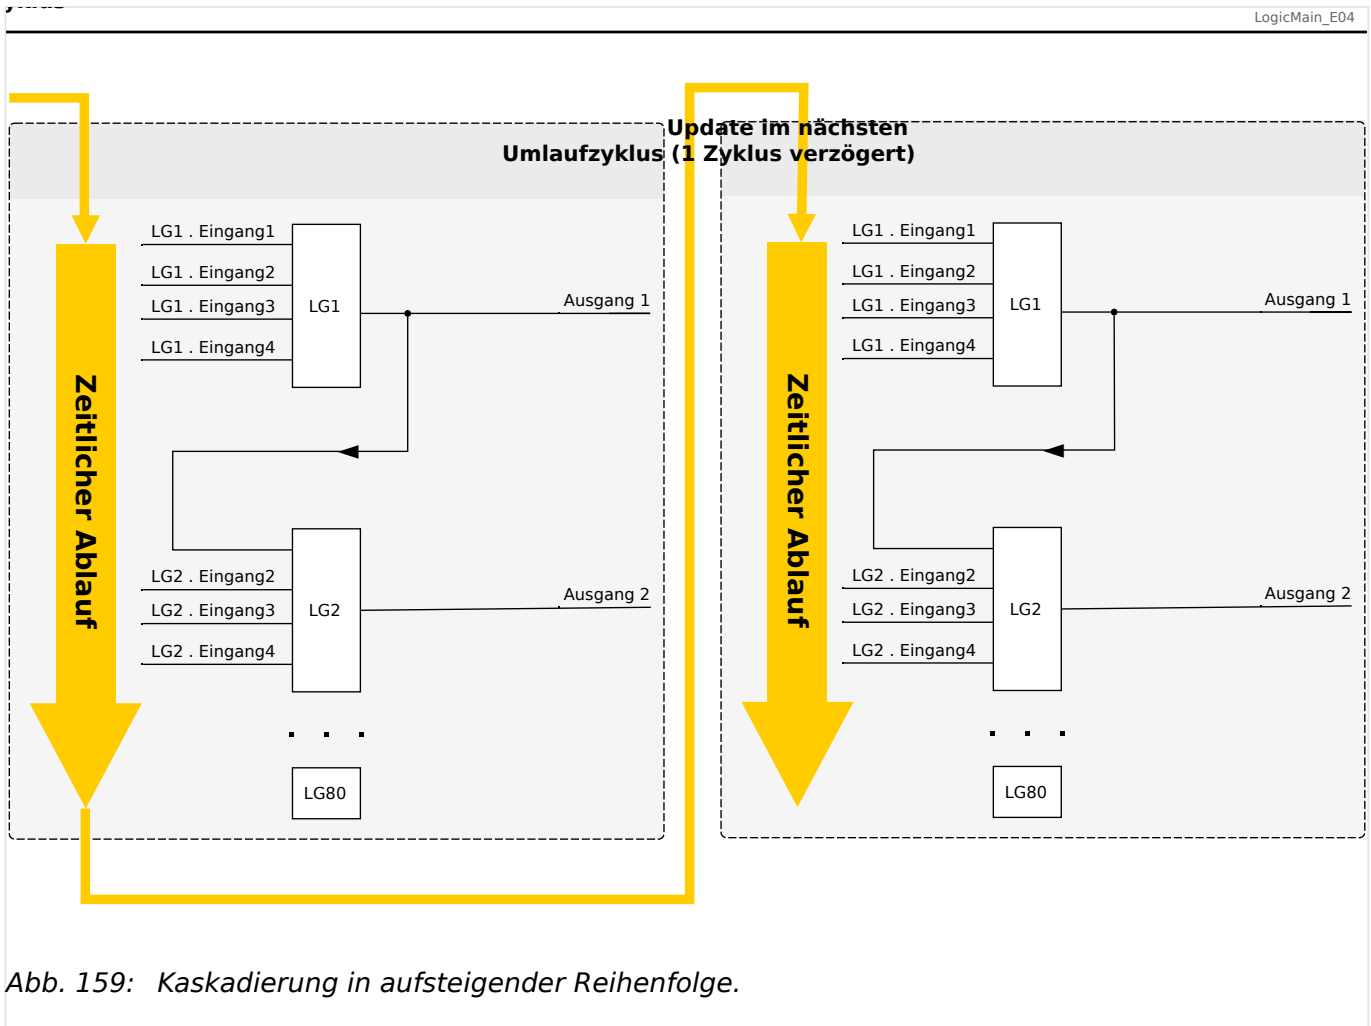
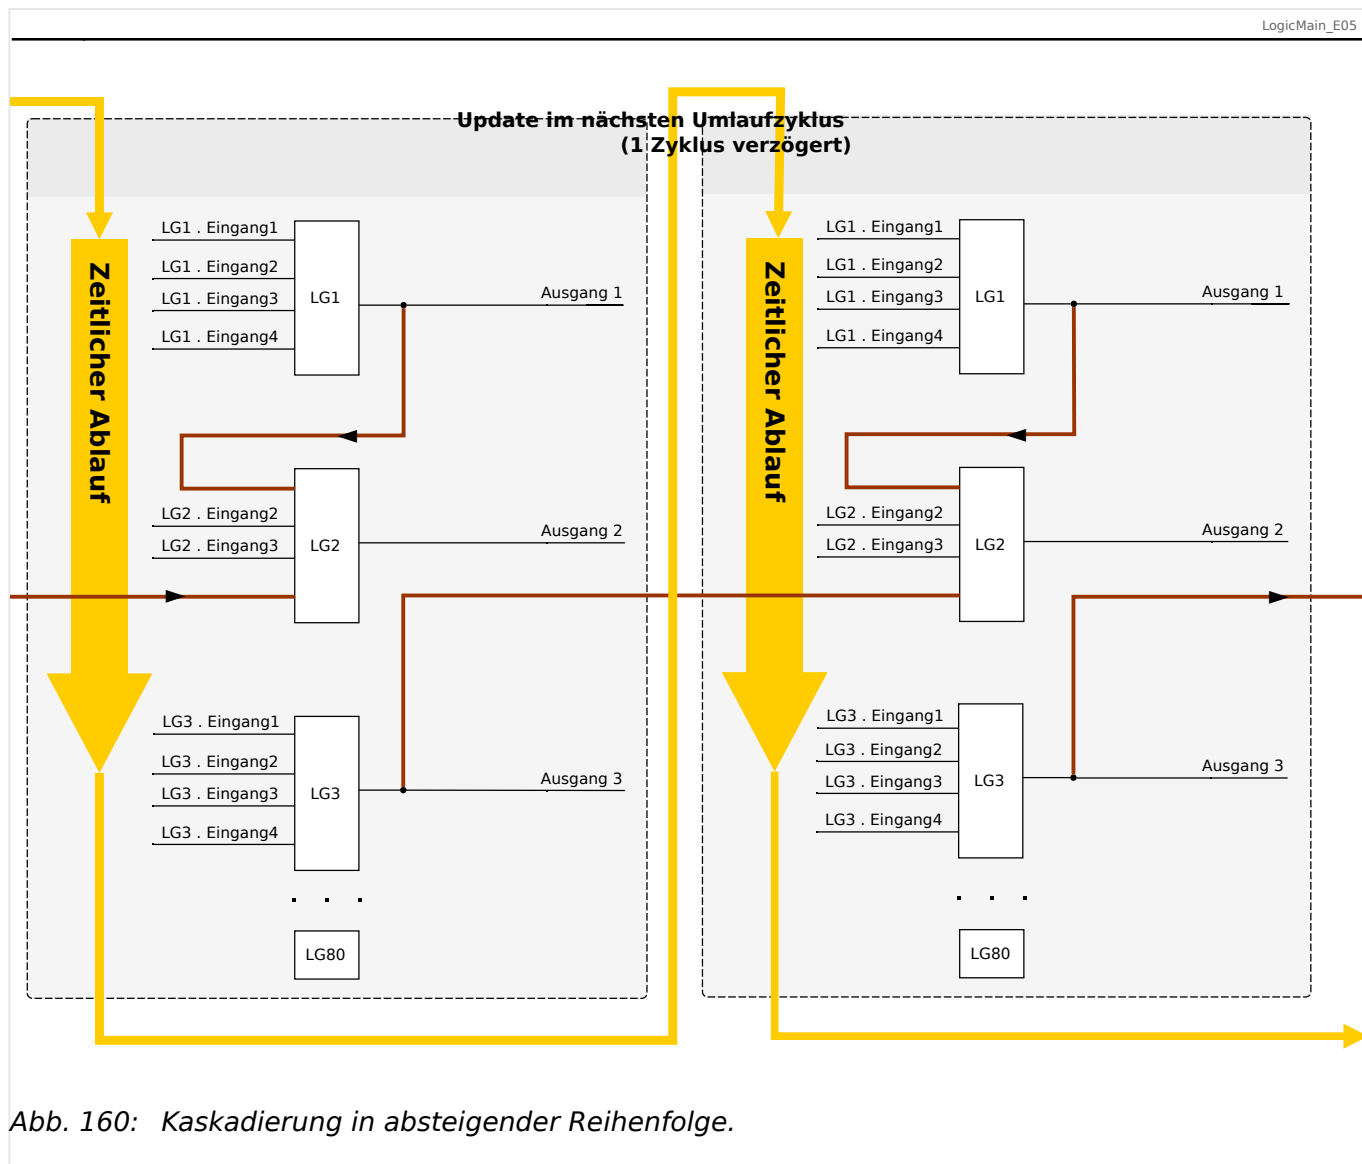

Abb. 159: Kaskadierung in aufsteigender Reihenfolge.
Abb. 160: Kaskadierung in absteigender Reihenfolge.
- Kaskadierung in **aufsteigender** Reihenfolge bedeutet, dass der Ausgang einer Logikgleichung auf den Eingang einer Logikgleichung mit **höherer** Nummer rangiert wird. Das Diagramm →Abb. 159 weiter unten zeigt ein Beispiel, bei dem der Ausgang von LG1 auf einen Eingang von LG2 rangiert wird.
- Kaskadierung in **absteigender** Reihenfolge bedeutet, dass der Ausgang einer Logikgleichung auf den Eingang einer Logikgleichung mit **niedrigerer** Nummer rangiert wird. Das Diagramm →Abb. 160 zeigt ein Beispiel, bei dem der Ausgang von LG3 auf einen Eingang von LG2 rangiert wird.
Bei der Konfiguration des Schutzgerätes bestehen keinerlei Einschränkungen oder Unterschiede zwischen aufsteigender und absteigender Reihenfolge. Da allerdings während der Laufzeit des MCA4 die Logikgleichungen in aufsteigender Reihenfolge ausgewertet werden, haben die resultierenden Ausgangswerte, die am Eingang der Logikgleichung anstehen, ein unterschiedliches „Alter“, wie in →Abb. 159 und →Abb. 160 veranschaulicht wird.
Das in Abb. 160 gezeigte Beispiel zeigt eine Konfiguration von „Logikgleichung 2“, die den Ausgang von zwei weiteren Logikgleichungen, „Logikgleichung 1“ und „Logikgleichung 3“, als Eingangszustände verwendet. Hierbei ist der Ausgang von „Logikgleichung 1“ in aufsteigender Reihenfolge verwendet, sodass der Wert in jeweils demselben Prozesszyklus ermittelt wird. Der Ausgang von „Logikgleichung 3“ wird in absteigender Reihenfolge verwendet, sodass der Wert in dem jeweils vorherigen Prozesszyklus ermittelt wurde.